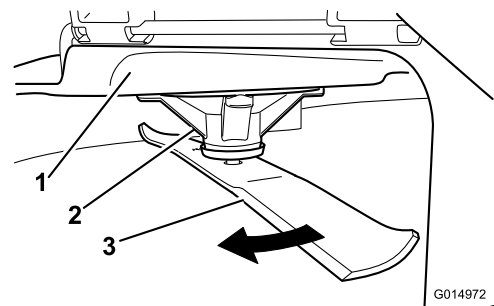

Figure 44
2. Enfilez des gants épais ou utilisez une autre protection adéquate pour les mains, et faites tourner la lame lentement jusqu'à une position permettant de mesurer correctement la distance entre le tranchant et la surface plane sur laquelle se trouve la machine (Figure 44).